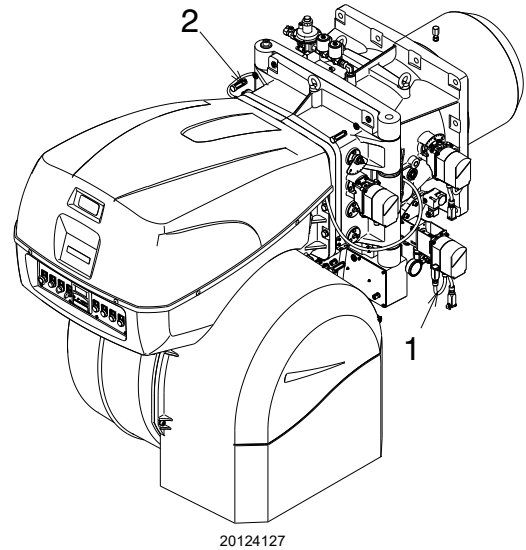

Fig. 45
- Déconnecter la prise 1)(Fig. 45) du servomoteur fioul/gaz;